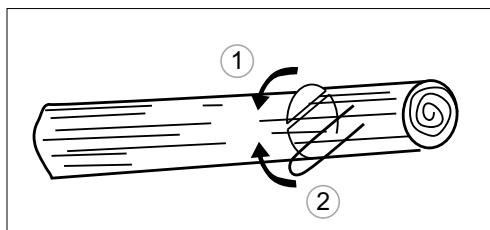

Fig. 22
3. Si el tronco se apoya en ambos extremos, primero corte 1/3 del diámetro del tronco desde arriba para evitar que se parta. A continuación, termine el corte desde abajo para que coincida con el primer corte, evitando que se atasque (fig. 22).